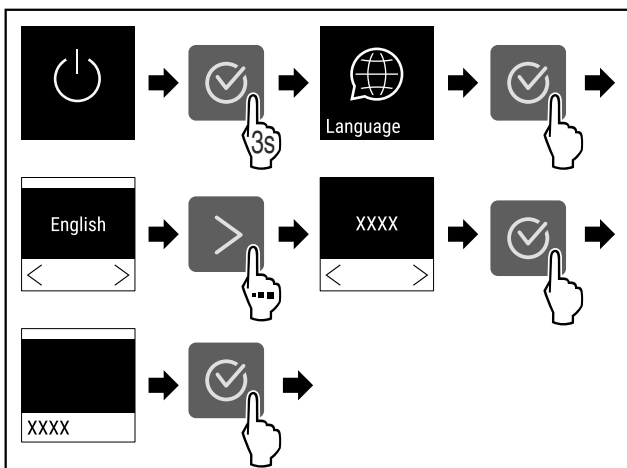

Fig. 54
- ▶ Atlikite veiksmus (žr. Fig. 54).